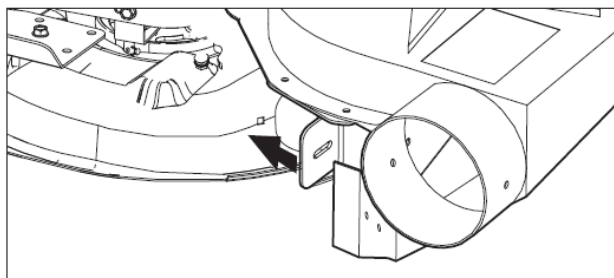

図 23
1. ブLOWERを図 23 に示されているようにモアに向けて持ち上げてください。